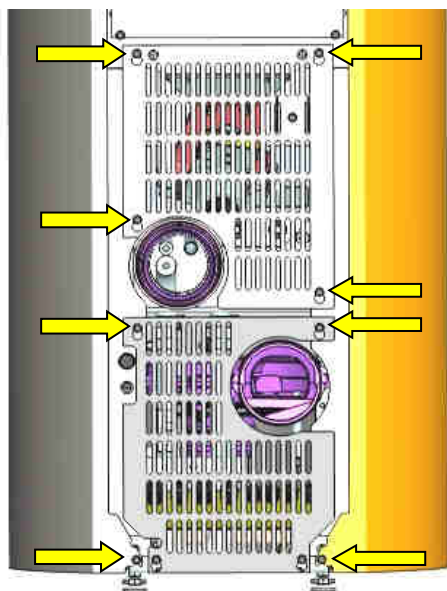

Fig. 15 : retirer l'habillage (face arrière) du soleo.nrg H10
1. Desserrer les 8 vis (Fig. 15), puis soulever et retirer les deux tôles d'habillage.